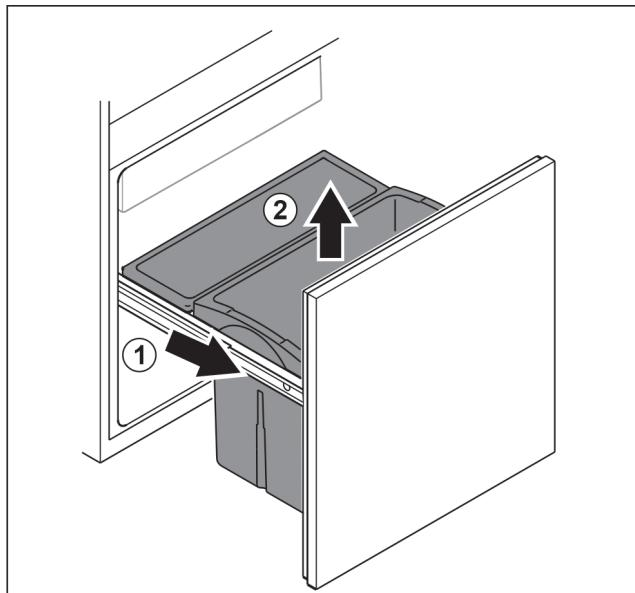

Fig. 32
- Полностью вытяните выдвижную тележку Fig. 32 (1).
- Извлеките выдвижной ящик движением вверх Fig. 32 (2).